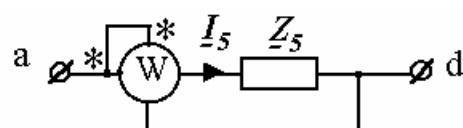

Рис. 11. Схема включения ваттметра
**5.** Изобразим схему включения ваттметра для измерения активной мощности в ветви, содержащей сопротивление  $Z_5$ . Очевидно, что для измерения мощности, потребляемой сопротивлением  $Z_5$ , необходимо, чтобы обмотка напряжения ваттметра была включена параллельно, а токовая обмотка – последовательно с сопротивлением  $Z_5$  (рис. 11).